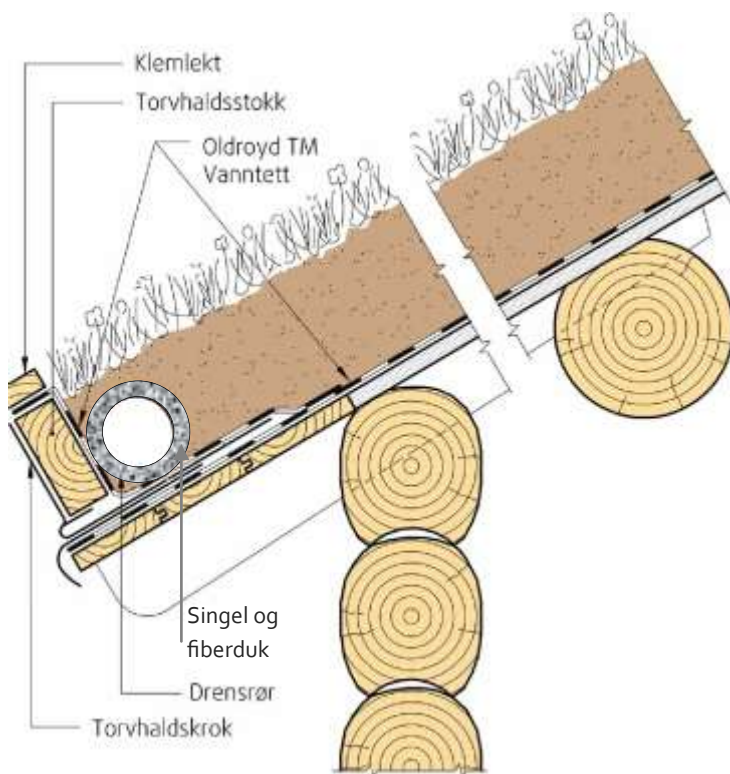

Fig. 1 Eksempel på bruk av Oldroyd TM Vanntett som takbelegg på uisolert torvtak med innvendig renne. Uisolert torvtak kan brukes over uoppvarmede bygninger.
Ved bruk av innvendig renne langs torvhaldstokken brettes membranen opp på innsiden av torvhaldstokken og ut over denne, se fig. 1 på neste side. På toppen klemmes membran mot torvhaldstokken med en trykkimpregneret lekt. Det bør legges singel i fraksjon 8 – 16 mm sammen med Oldroyd TP filt rundt drenerør som danner innvendig renne til nedløp.
Skruer og skiver festes hver 60 cm og en klaring på min 1 cm fra kant av skive og membran se fig.1. Vi anbefaler å skru tett inntil vindski for å forhindre at membranen blir tatt av vinden under montering se fig.2. I hjørner kan membranen brettes for å sikre tette hjørner se fig.3. Membranen legges over vindski og stiftes fast inntil vannbord og klemlerker er satt på se fig 4.
1. Først festes membran i bunn av tak. Denne festes med skruer og skiver hver 60 cm. Det skal være min 1 cm mellom kant av membran og skiver. Se fig.1
1. Først festes membran i bunn av tak på begge sider. Denne festes med skruer og skiver hver 60 cm. Det skal være min 1 cm mellom kant av membran og skiver. Se fig.1